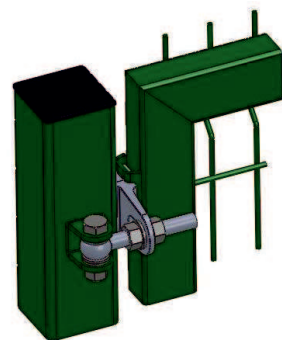

рис.8
- при открытии калитки во внутрь рис. 8